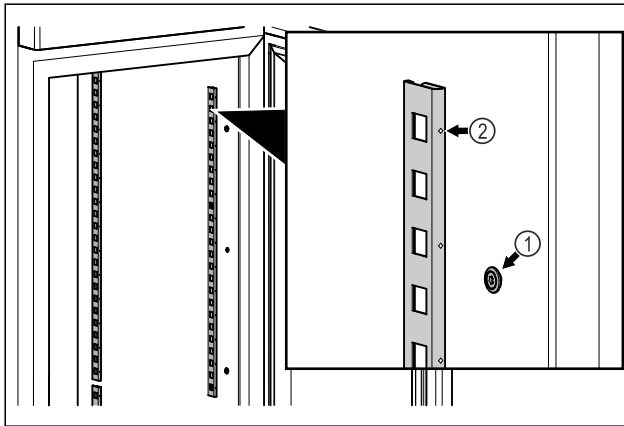

Fig. 85 Beispielhafte Darstellung
- Rastenleisten in Aufhängung Fig. 85 (1) einhängen. Markierung Fig. 85 (2) muss nach vorne zeigen.